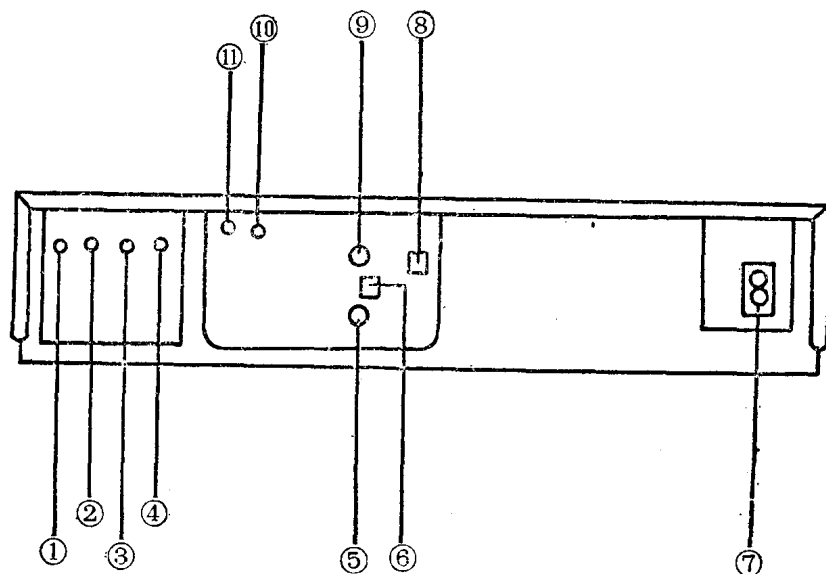
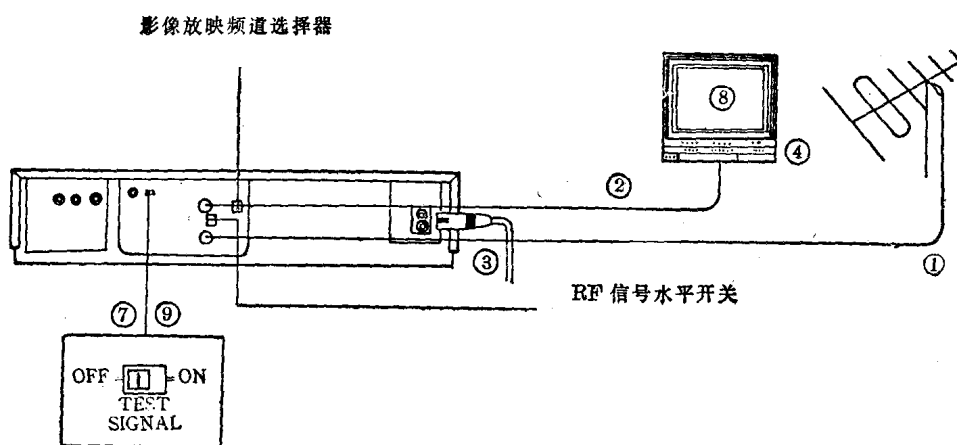

图 1-1-2 录像机后面板部件(NV-G33)
图 1-1-4 射频收录连接
录像机记录对象有严格规定,线路输入录像是指输入信号为复合彩色视频信号,幅度为 $1V_{P-P}$,输入阻抗为 75Ω ,音频为线路音频信号,幅度为 $0dB$,阻入阻抗 600Ω ,分别单独接到后面板(少数在前面板,例如NV-7500)的BNC视频输入(VIDEO IN)和音频(AUDIO IN)插座上。各插座位置见图1-1-2所示。
(1) 如果选用无定时功能的录像机,那么一般来说也无高频调谐器,这样一定要用收监两用监视器,从它的接收解调为彩色复合视频信号输出端,以线路形式接到录像机线路输入端,这一点与上述线路录像相同,不再重复。
① 输入连接 这种方式的输入采用电视接收天线,把接收到的射频信号馈入录像机的RF输入端,如图1-1-2的第⑤号插座。它的连接方法如图1-1-4所示。